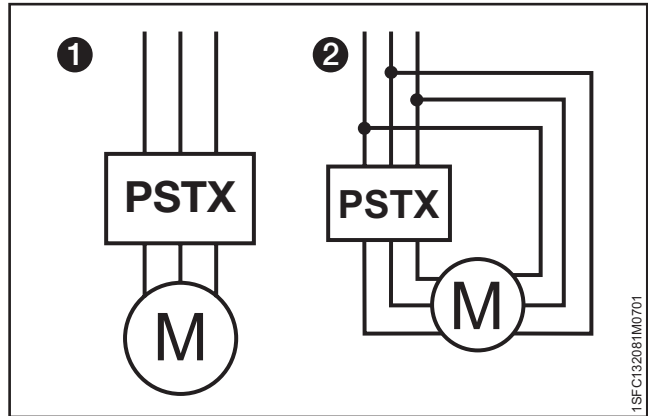
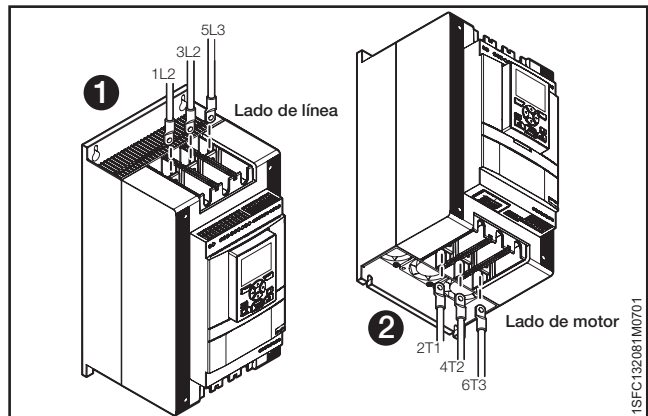

Figura 5.1
Figura 5.2
Los arrancadores suaves PSTX30...PSTX1250 pueden conectarse tanto en línea. Consulte **1** en la **Figura 5.1**, como dentro de un triángulo. Consulte **2** en la **Figura 5.1**. Use las conexiones de los cables de PSTX30...105, consulte la **Figura 5.2** y la conexión de los terminales de PSTX142...570, consulte la **Figura 5.3**.
- Conecte el lado de la línea de los terminales 1L1, 3L2, 5L3. Consulte **1** en la **Figura 5.2** y la **Figura 5.3**.
- Conecte el motor a los terminales 2T1, 4T2, 6T3 del lado del motor, consulte **2** en la **Figura 5.2** y la **Figura 5.3**.